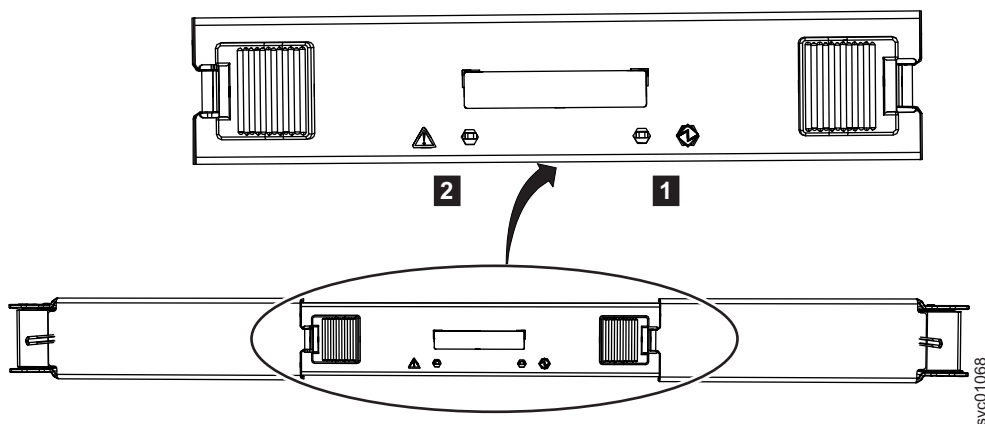

図 69. 2 次拡張機構モジュールの LED
2. 取り替える 2 次拡張機構モジュールを識別します。図 69 は、2 次拡張機構モジュールの上部にある LED を示しています。